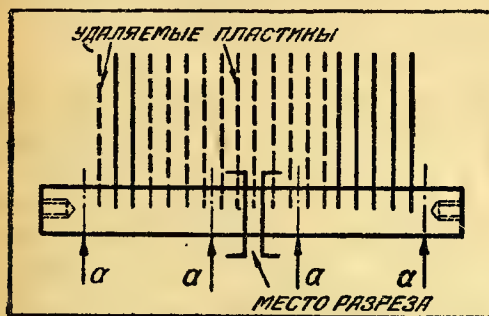

Рис. 3. Разбивка статора на две неравные части для к. в. приемника
1) На стр. 17, 7-я строка сверху, вместо «рис. 2» следует «рис. 3».
2) На стр. 18 — в схеме рис. 3, конденсатор C_{11} должен быть переменным. Переключатель P_4 своей подвижной частью должен быть присоединен к проводу между « L_{11} » и « C_{11} ».